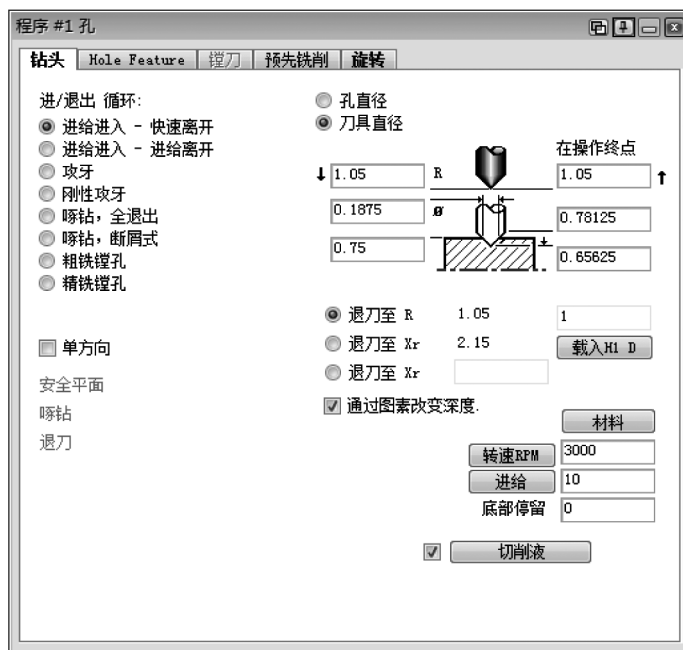

图 2-81 孔工艺参数#1
- 1) 使用刀具#9 产生孔工艺参数#1，如图 2-81 所示。